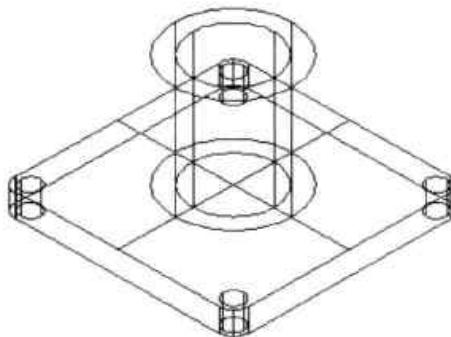

图13-55 绘制另一个圆柱体
**Step08** 同样执行“圆柱体”命令，并以长方体中心点为圆心，绘制直径为 28mm、高 40mm 的圆柱体，如图 13-55 所示。